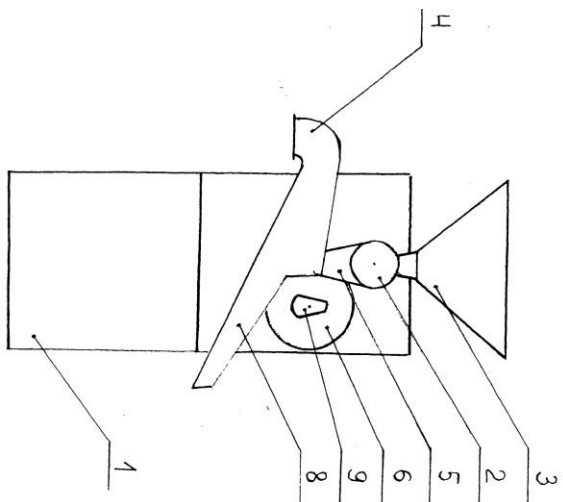

Рис. 1
- 4.1 В состав машины (рис. 1) входит: